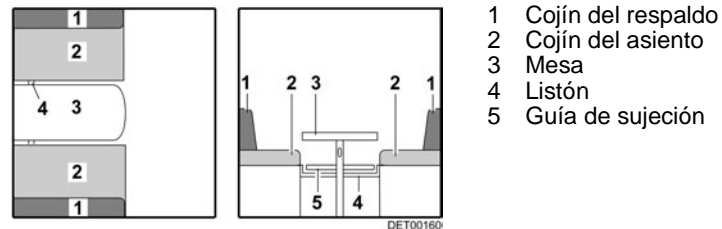

Fig. 63 Antes de la transformación
- Transformar la mesa (Fig. 63,3) en base de cama (véase apartado 7.7).
- Meter el listón (Fig. 63,4) o tirarlo hacia el centro. El listón está en la posición correcta si apoya el tablero de mesa directamente debajo de la pata de mesa.